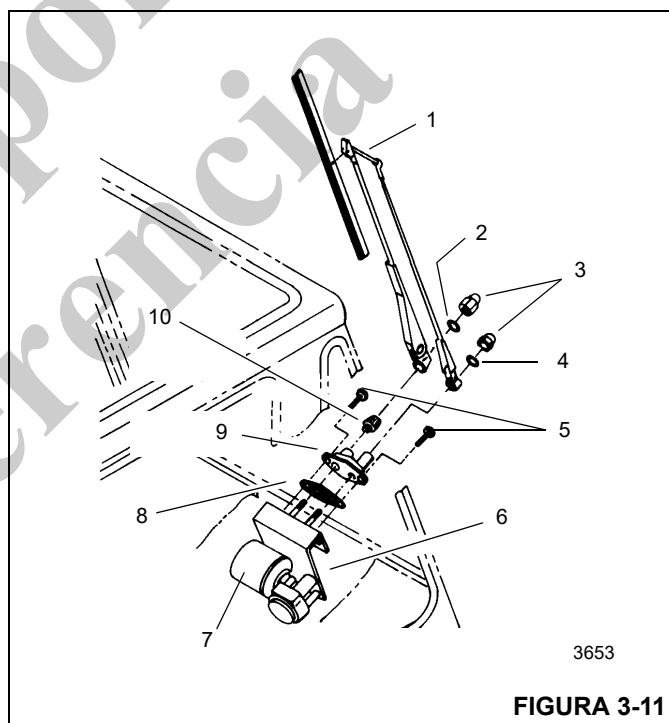

FIGURA 3-11
5. Desconecte la manguera del lavaparabrisas en el brazo del limpiaparabrisas (también conocido como el conjunto de brazo de pantógrafo) del conjunto de boquilla (Figura 3-11).